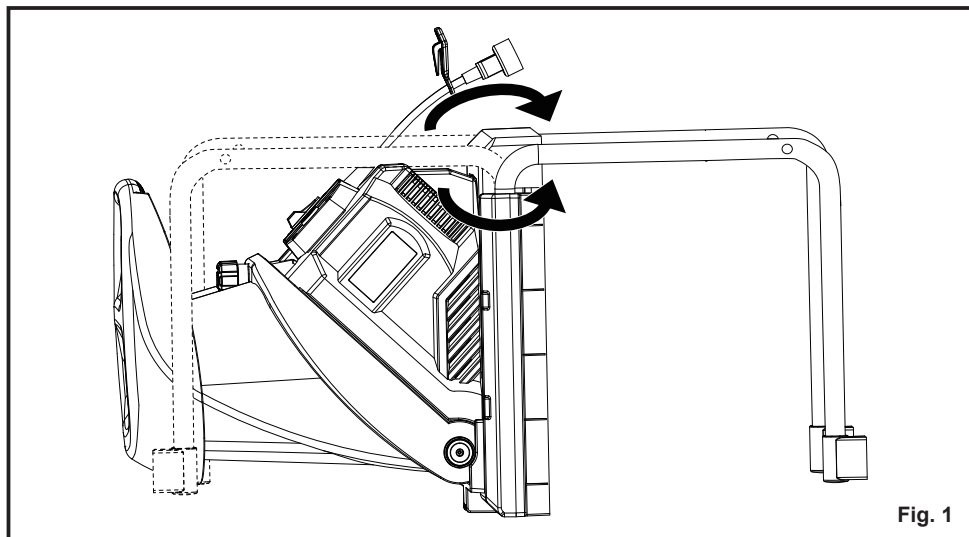

Fig. 1
- Coloque la astilladora de lado y gire cada chasis desde la posición preinstalada hasta la posición horizontal, tal como se muestra (Fig.1).